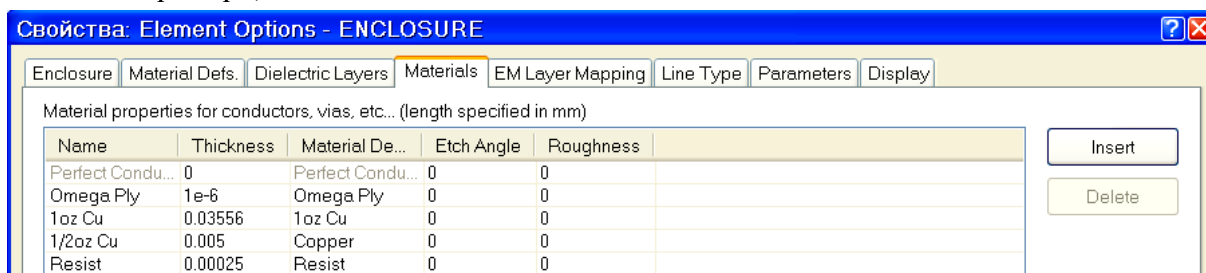

Рис. 6.99
7. На вкладке **Materials** для имеющего по умолчанию материала **1/2oz Cu** в столбце **Thickness** введите **0.005**, в столбце **Material Definition** введите **Copper**, щёлкнув мышкой по этому полю. Щёлкните мышкой по кнопке **Insert**. В столбце **Name** замените появившееся имя **Tracel** на **Resist**, в столбце **Thickness** введите **0.00025**, в столбце **Material Definition** введите **Resist**, щёлкнув мышкой по этому полю. Окно будет выглядеть, как показано на рис. 6.99.